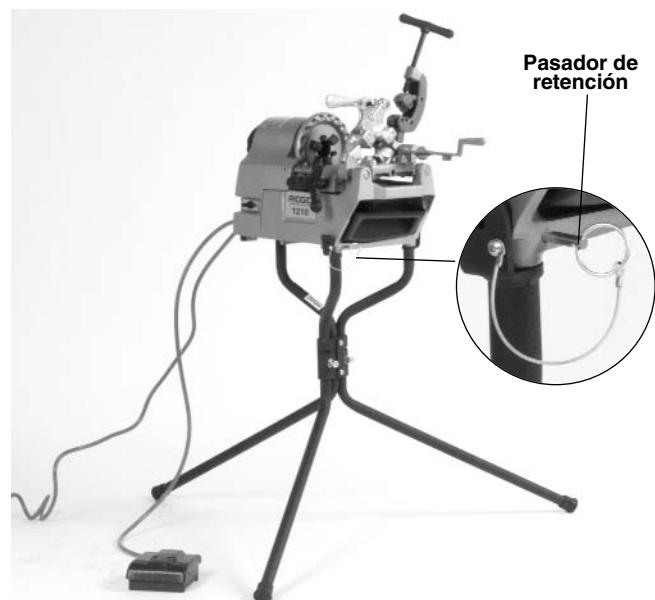

Figura 4 – Roscadora No. 1210 montada sobre el Soporte Modelo 120
- Introduzca el pasador de retención en la base de la Roscadora (*como se muestra en el recuadro de la Figura 4*). El pasador de retención ayuda a impedir que la máquina se vuelque durante su funcionamiento.